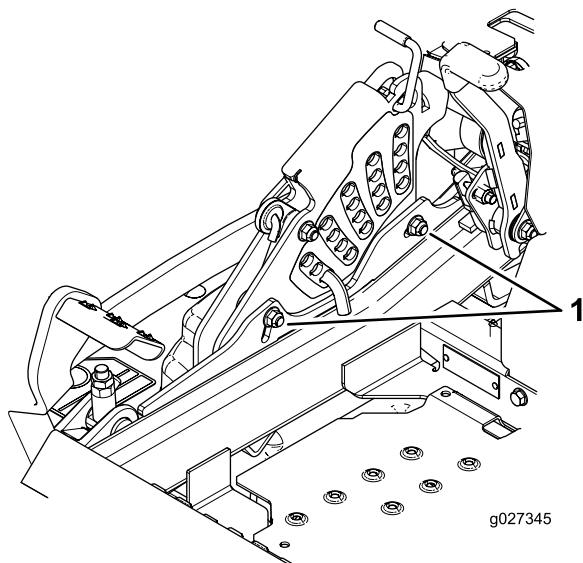

Figure 108
11. Pour régler le système monopoint, desserrez les 2 boulons au bas de la plaque de hauteur de coupe (Figure 108).
13. Serrez les 2 boulons au bas de la plaque de hauteur de coupe (Figure 108).